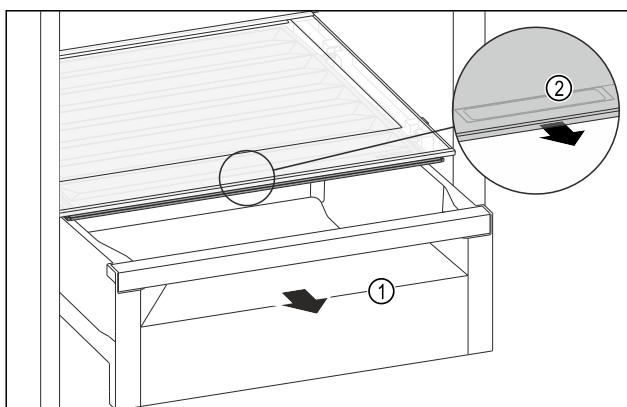

Fig. 175
- Retirer le tiroir Fig. 175 (1).
- Saisir la poignée encastrée Fig. 175 (2) du couvercle du compartiment et tirer le couvercle du compartiment par l'avant.